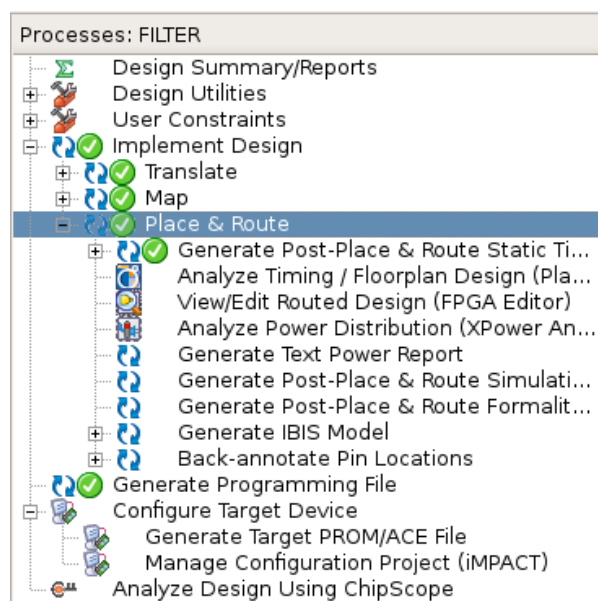

FIGURE 7 – Arborescence du flot de placement routage
- Les commandes de placement et routage sont regroupées dans le panneau de gauche « Processes » au sein d'une arborescence appelée « Implement Design » (voir figure 7).